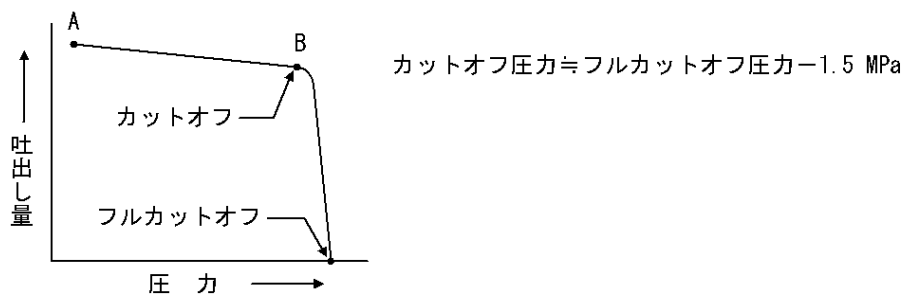

図 10 カットオフ圧力
- QL、QH いずれの調整の場合も、吐出し側圧力がカットオフ圧力以下 (図 10 A~B の範囲) の状態で行ってください。